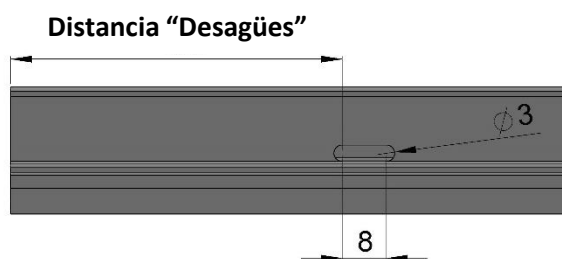

Figura 3
- Realizar el mecanizado de desagüe en las guías del Carril Corredera Inferior con una fresa de **3mm**, a la distancia indicada como “Desagües” en la hoja de mecanizado (Figura 3).